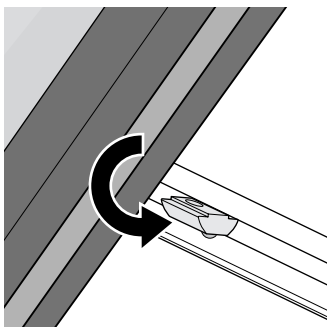

Bild 7a
- Die Nutensteine mittels einer Drehbewegung in die Montageschienen einsetzen, siehe Bild 7a.